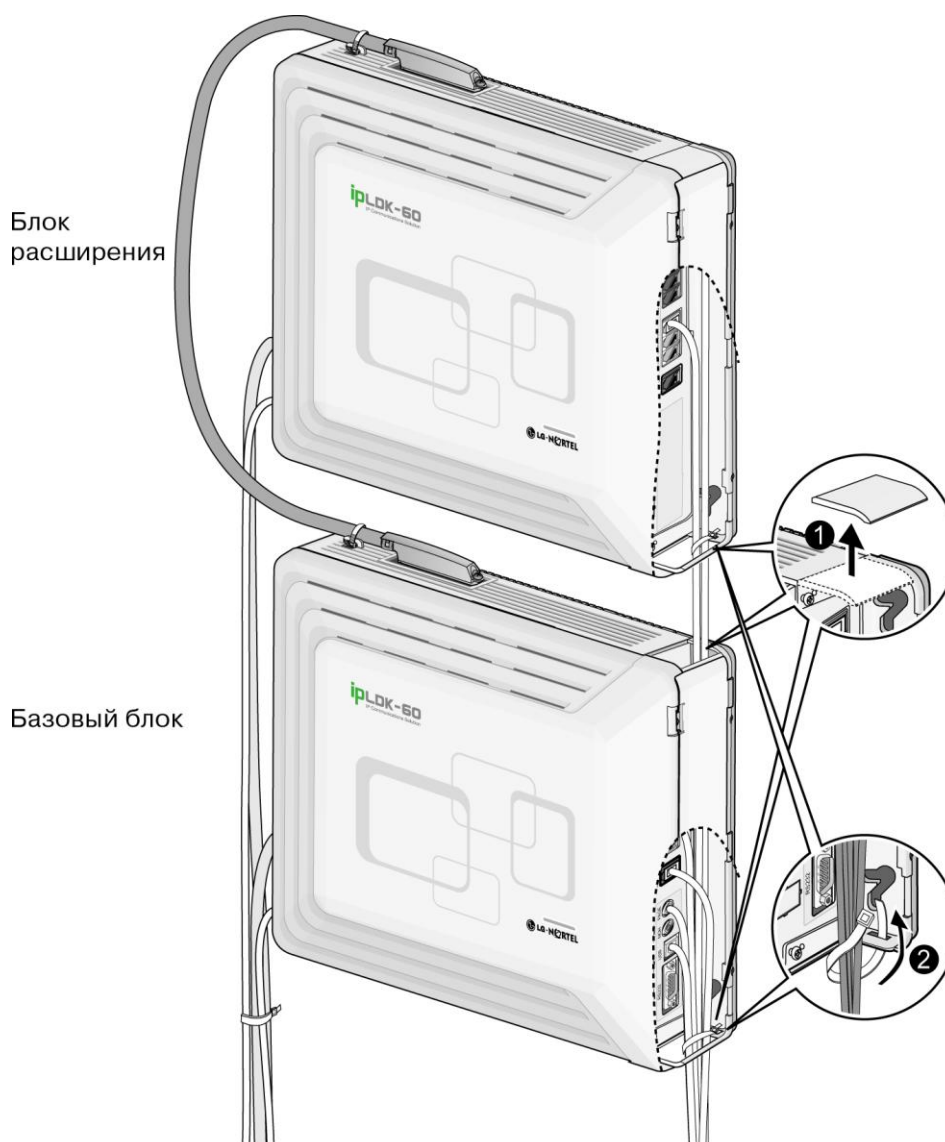

Рис. 5.2.1 Прокладка кабелей при настенном монтаже
2. Подсоедините кабели к порту CO/STA и к портам MOH/RS-232C как показано на Рис. 5.2.1.